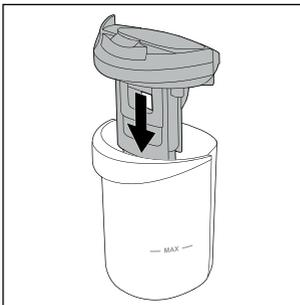

Rys. 27
- ◆ Wyszusz całkowicie filtr zanieczyszczeń **10**, zbiornik na brudną wodę **2** i pokrywę zbiornika na brudną wodę **9** (patrz rys. 27).